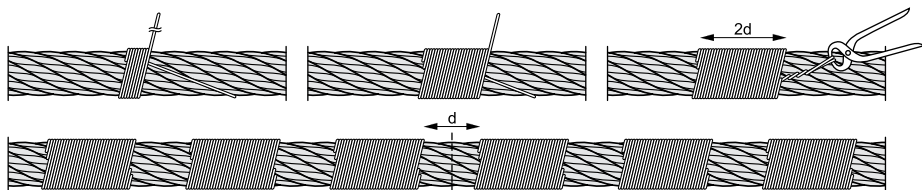

Рисунок 10.
- При необходимости резки каната (при перепуске, навеске) на него с обеих сторон от места разреза должны быть наложены вязки (бандаж) из мягкой вязальной проволоки. Число вязок на каждую сторону разреза должно быть не менее двух, ширина вязки – не менее двух диаметров каната, расстояние между вязками – один диаметр каната (рис. 10).